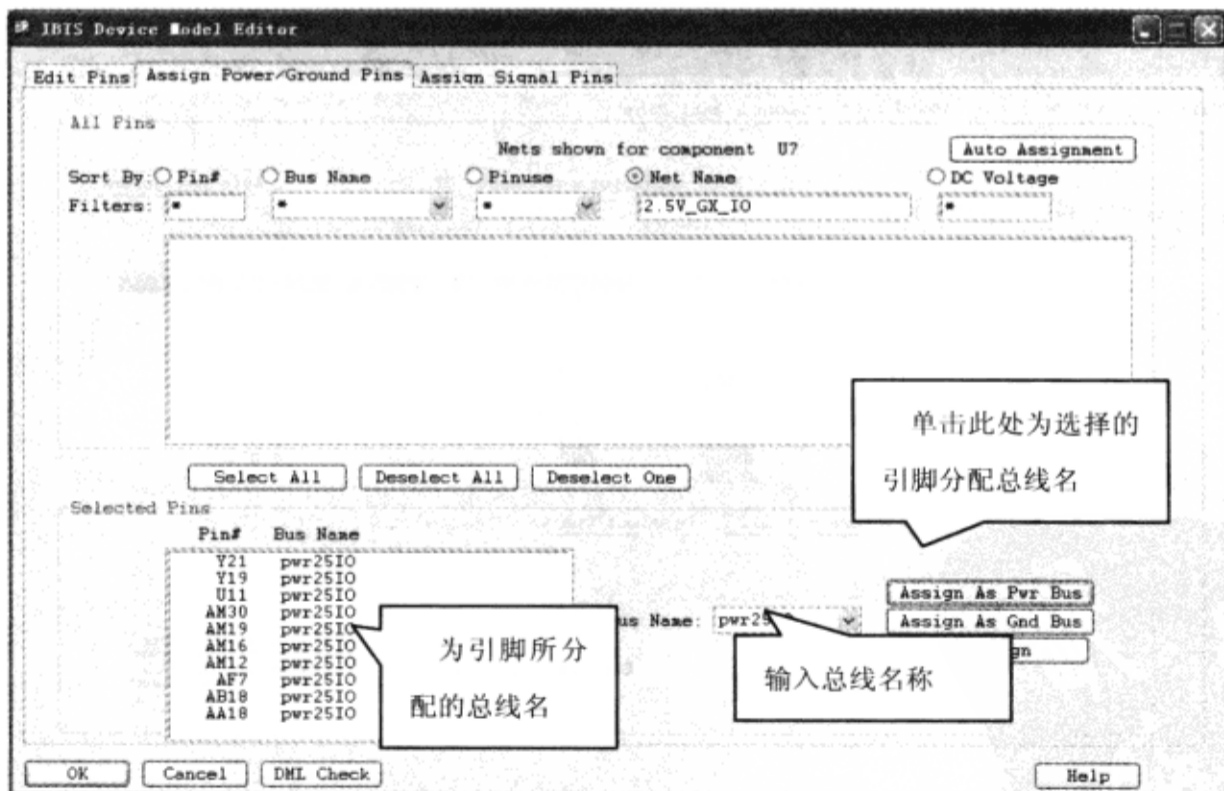

图 5-3-47 分配总线
(9) 在“IBIS Device Model Editor”对话框的“Selected Pins”区域“Bus Name”栏输入“pwr25IO”，定义 2.5V\_GX\_IO 网络为电源总线“pwr25IO”→单击“Assign As Pwr Bus”按钮，为选择的引脚分配这个总线名，如图 5-3-47 所示。